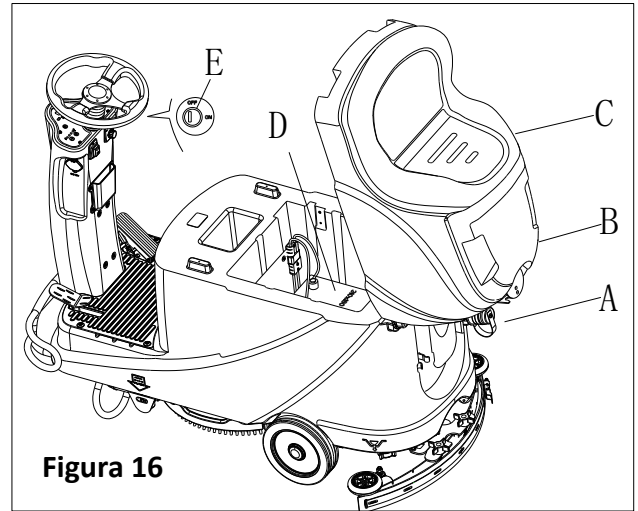

Figura 16
1. Abra la tapa del depósito de recuperación (B, Figura 16) para ver si el depósito de recuperación (C) está vacío, o vacíe el depósito de recuperación con la manguera de drenaje (A).
- Revise el nivel de electrolitos de la batería (D), si es necesario, abra la tapa para llenar electrolito, luego vuelva a cubrirlo.